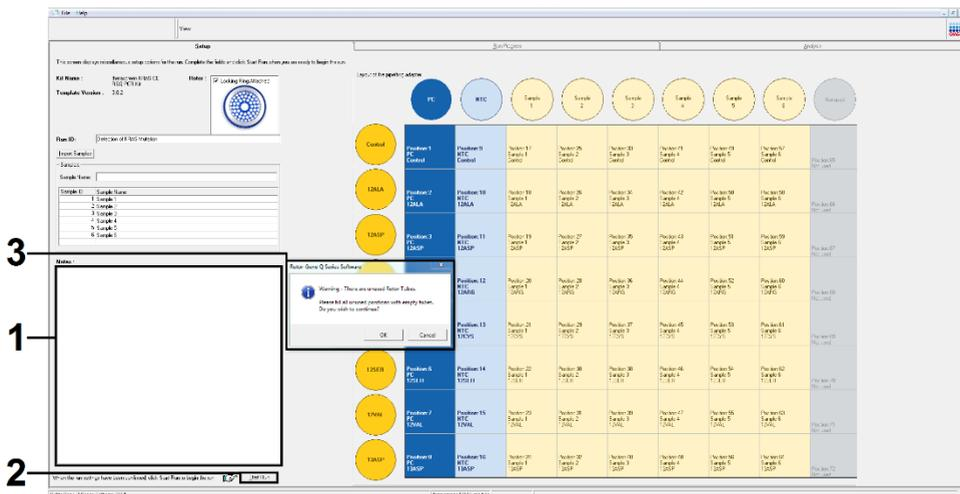
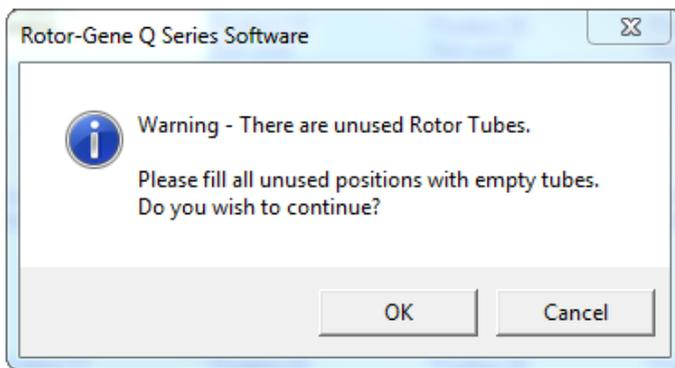

Figura 15. 1 = campo de diálogo "Notes" (Notas); 2 = "Start Run" (Iniciar execução); 3 = "Warning" (Aviso) sobre as posições do rotor não utilizadas.
Figura 16. "Warning" (Aviso) sobre as posições do rotor não utilizadas.
17. Quando tiverem sido introduzidos todos os nomes de amostras, certifique-se de que os mesmos estão corretos. Caso necessário, adicione quaisquer informações adicionais no campo Notes (Notas) e, em seguida, clique em Start Run (Iniciar execução) (Figura 15).
Nota: Se alguma posição do rotor não estiver a ser utilizada, é apresentado um "Warning" (Aviso) (Figura 15 e Figura 16) recordando o utilizador de que todas as posições não utilizadas do rotor devem ser ocupadas por tubos vazios com tampas. Certifique-se de que todas as posições não utilizadas do rotor estão ocupadas com tubos vazios com tampas e clique em OK para prosseguir.